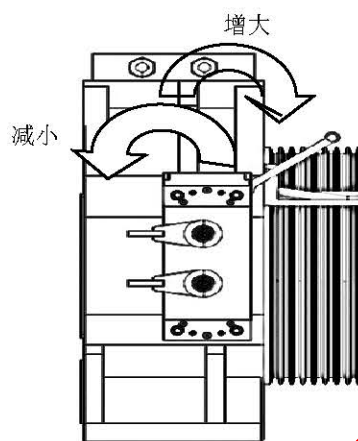

图 4-2-2 转动导向螺栓示意图
- 2. 松导向螺栓：按需求逆时针或顺时针转动导向螺栓（图 4-2-2），并用塞尺确认间隙；